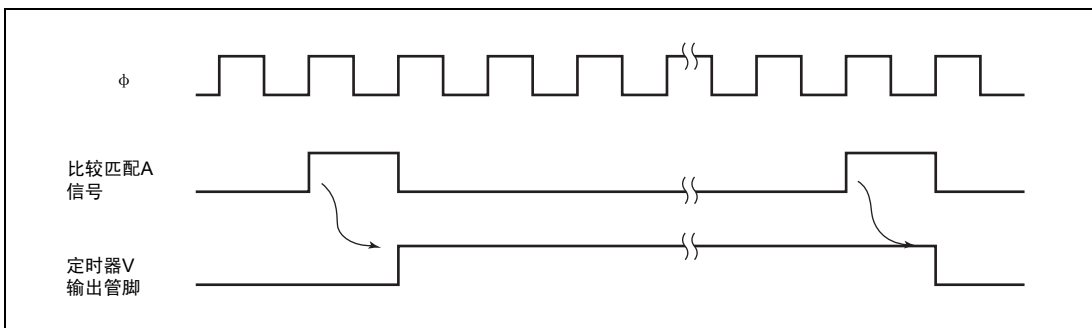

图 11.6 TMOV 输出时序
4. 当发生比较匹配 A 或 B 时, 由 TCSR V 的 OS3~OS0 选择的输出值从 TMOV 管脚输出。以比较匹配 A 信号进行交替输出时的输出时序如图 11.6 所示。